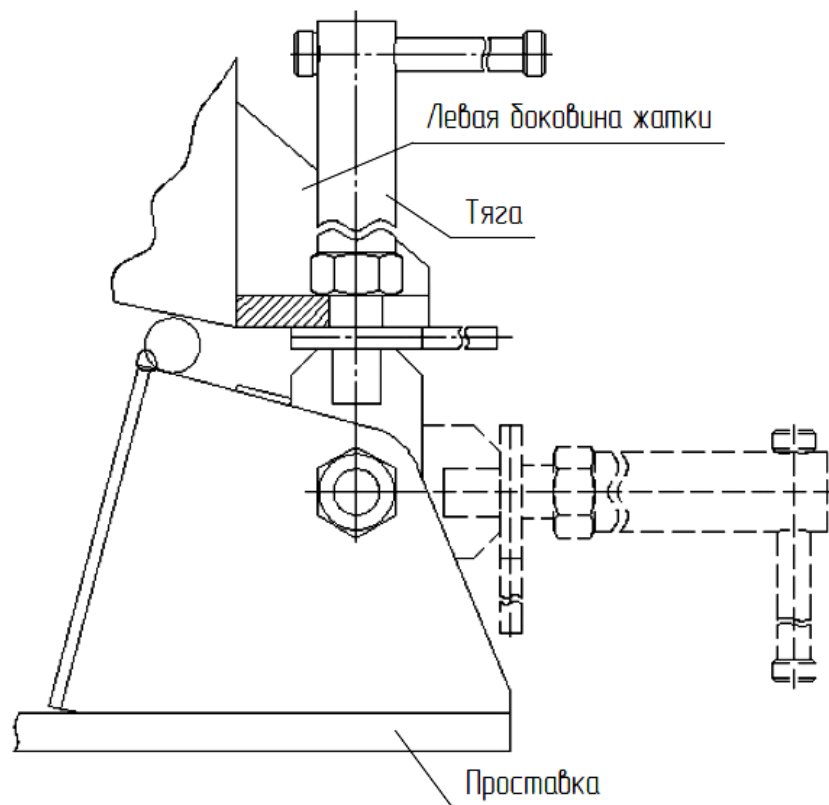

Рисунок 10.2 – Фиксация жатки тягой
10.5 При транспортных переездах жатки зафиксируйте левую боковину тягой в верхнем положении (рисунок 10.2).
⚠ ВНИМАНИЕ: ПЕРЕД ТРАНСПОРТИРОВАНИЕМ ЖАТКИ ОБЯЗАТЕЛЬНО ПЕРЕВЕДИТЕ РУКОЯТКУ ФИКСАЦИИ ЛЕВОГО КОЛЕСА В ТРАНСПОРТНОЕ ПОЛОЖЕНИЕ (СМ. РИСУНОК 10.2).